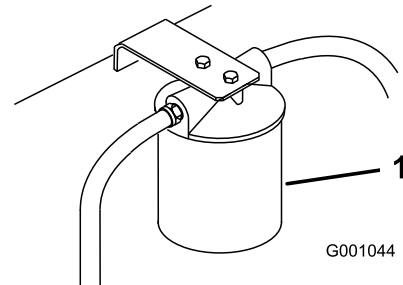

Figura 95
3. Coloque um recipiente de escoamento debaixo do filtro, retire o filtro antigo e limpe a superfície da junta do adaptador do filtro (Figura 95).